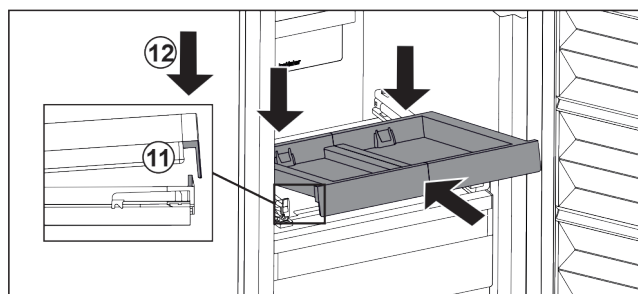

Fig. 22
- ▶ Lükake kaldu sisse. Pöörake tähelepanu sellele, et piiraja on mõlemal küljel aasa taga. Fig. 22 (11)
- ▶ Pange väljatõmbetahvel ees maha. Fig. 22 (12)